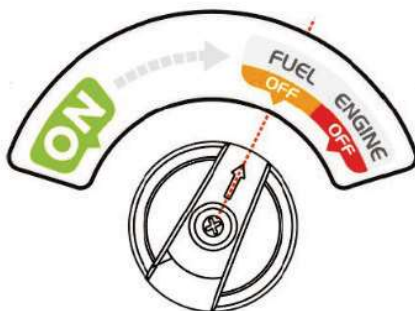

Abbildung 1
2. Schalten Sie zuerst den Kraftstoffschalter auf die „OFF“-Position (Abbildung 1), der Motor sollte abschalten. Schalten Sie dann den Motorschalter auf die „OFF“-Position (Abbildung 2).